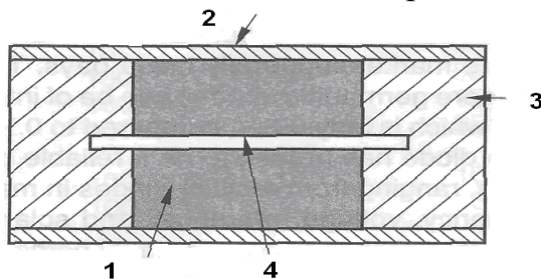

Рис. 60. Конструкция двухслойного конденсатора:
**Двухслойный конденсатор** (конденсатор поддержки, «суперкэп», «голдкэп» и др.) – это нечто промежуточное между конденсатором и батареей. В отличие от всех других типов конденсаторов, он не имеет диэлектрика и работает согласно теории, опубликованной Гельмгольцем в 1879 г., по электрическим двойным слоям, в которых возникает свойство электрических зарядов притягиваться друг к другу и создавать положительный и отрицательный слой на разных сторонах контактной поверхности между двумя средами. Конденсатор конструируется из нескольких элементов (ячеек), соединенных последовательно и состоящих из двух слоев частиц активированного угля, пропитанных электролитом (рис. 60).